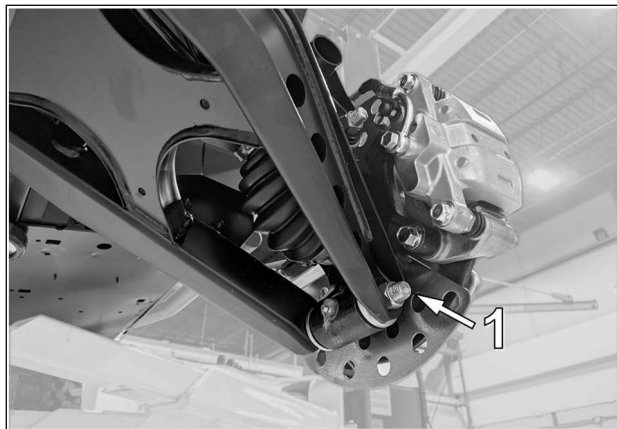

Fig. 4
4. Retirer le boulon (1) qui fixe le bras de suspension inférieur au moyeu de roue. Voir la Fig. 4